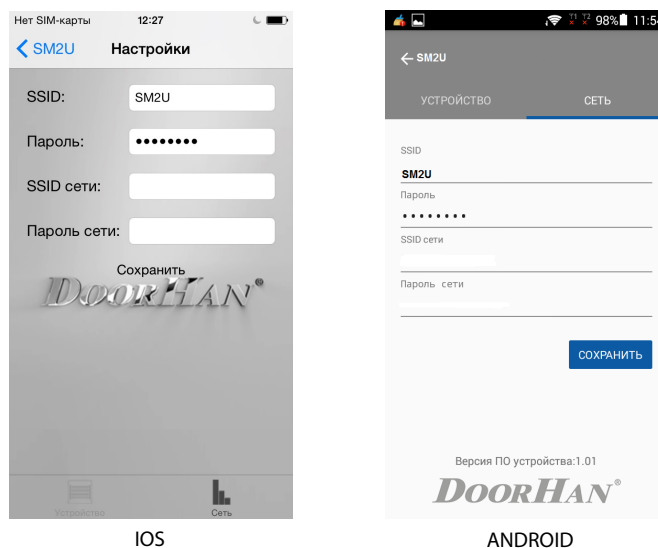

Рисунок 4
10. Для настройки параметров сети перейдите во вкладку «Сеть» (Рисунок 4);